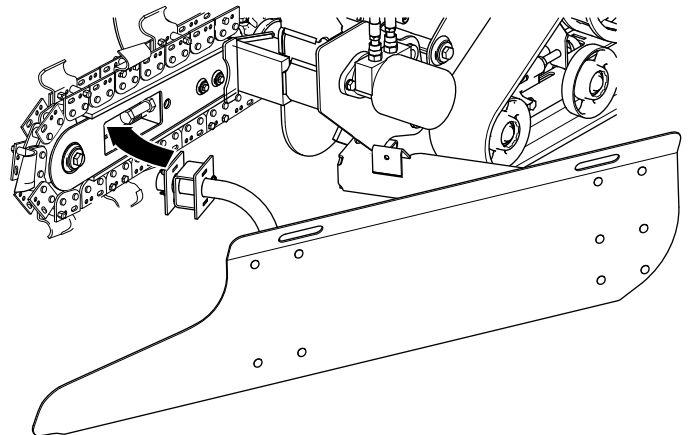

Figura 5
4. Balancee la hoja hacia la derecha e inserte el soporte de montaje delantero en la abertura de la espada (Figura 5).